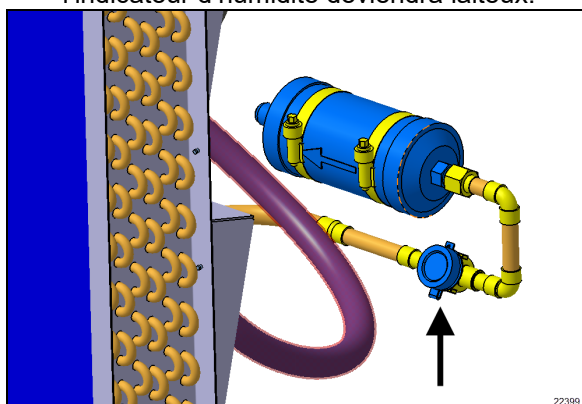

FIGURE 82 : REGARD DE L'INDICATEUR D'HUMIDITÉ
- 2- Lorsque la climatisation est en marche depuis au moins dix minutes, le regard de l'indicateur d'humidité (FIGURE 82) doit être transparent. Il ne doit pas être laiteux et ne doit pas contenir de bulles. La présence de bulles dans le regard de l'indicateur d'humidité est un signe de faible charge du réfrigérant. La température du filtre déshydrateur qui se trouve à proximité doit être presque uniforme, avec une différence de 5 °F entre l'aspiration et l'évacuation. Un filtre partiellement bloqué produira de la vapeur instantanée et le l'indicateur d'humidité deviendra laiteux.